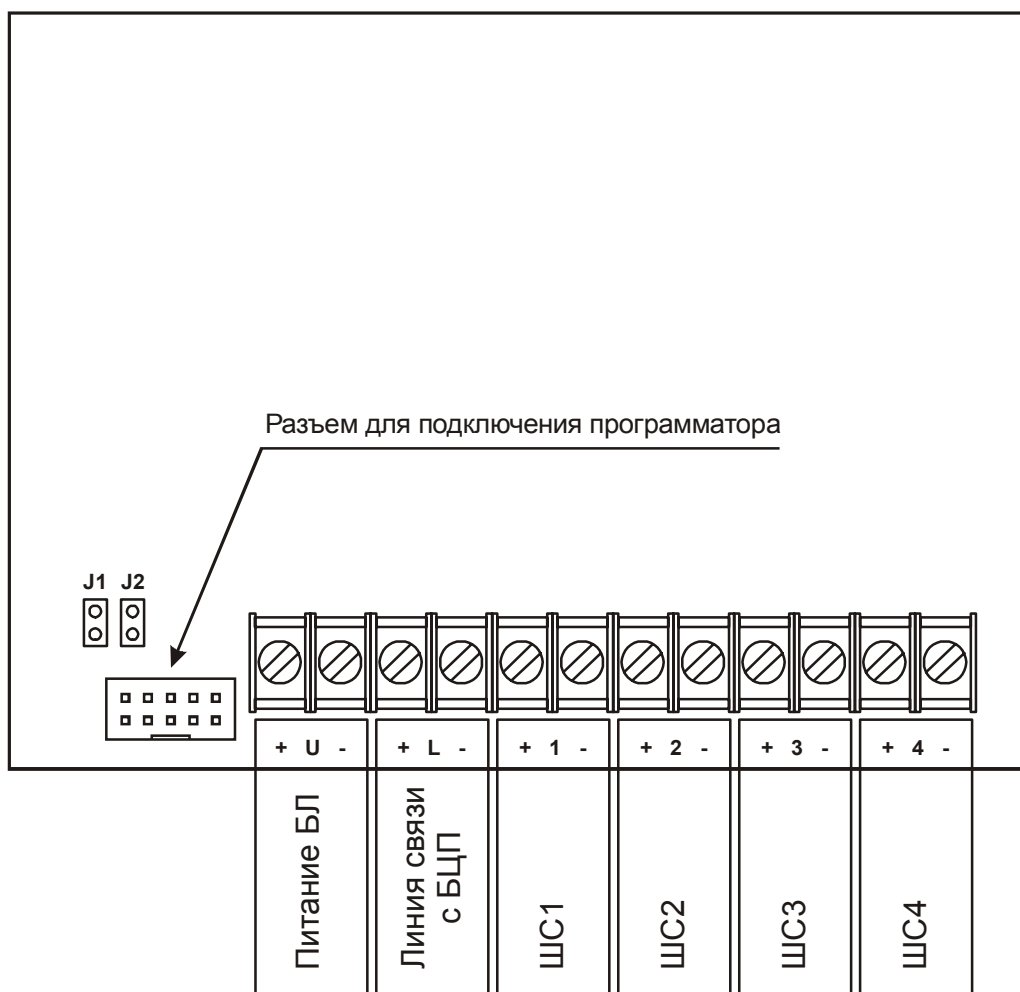

Рис. 16 Внешний вид платы ЛБ-07
Адреса всех четырех ШС в БЛ располагаются в адресном пространстве непрерывно. Установка адреса БЛ и задание типов его ШС осуществляется с помощью программатора, который подключается к БЛ через специальный разъем (см. Рис. 16).
5.5 Подключение БЛ к линии связи с БЦП, источнику питания и ШС осуществляется через клеммную колодку, установленную на плате (см. Рис. 16).